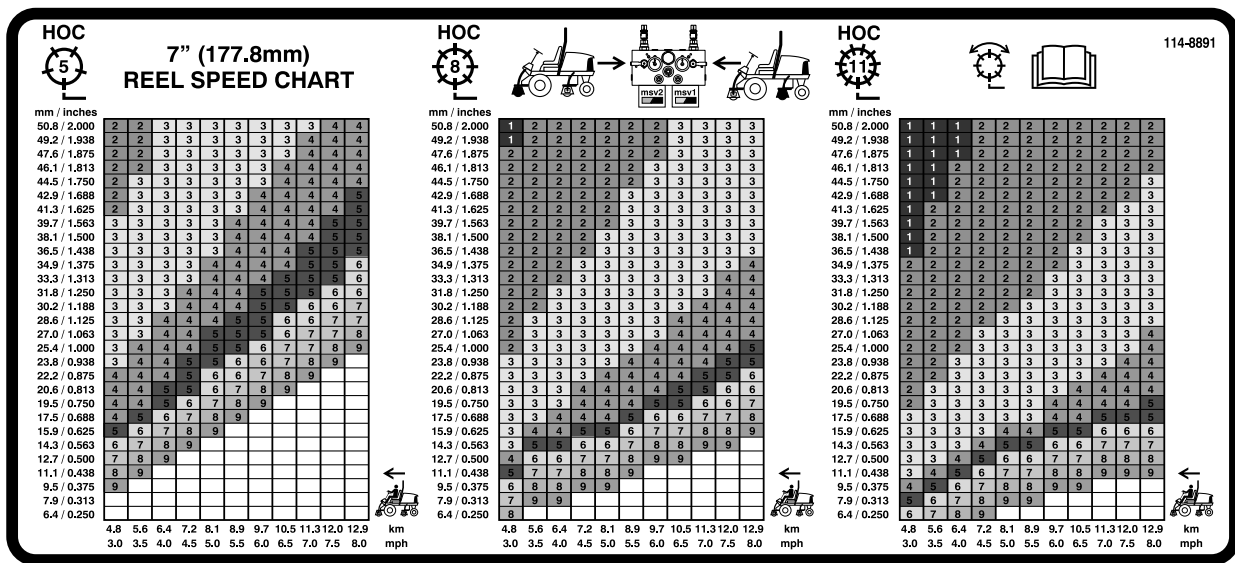
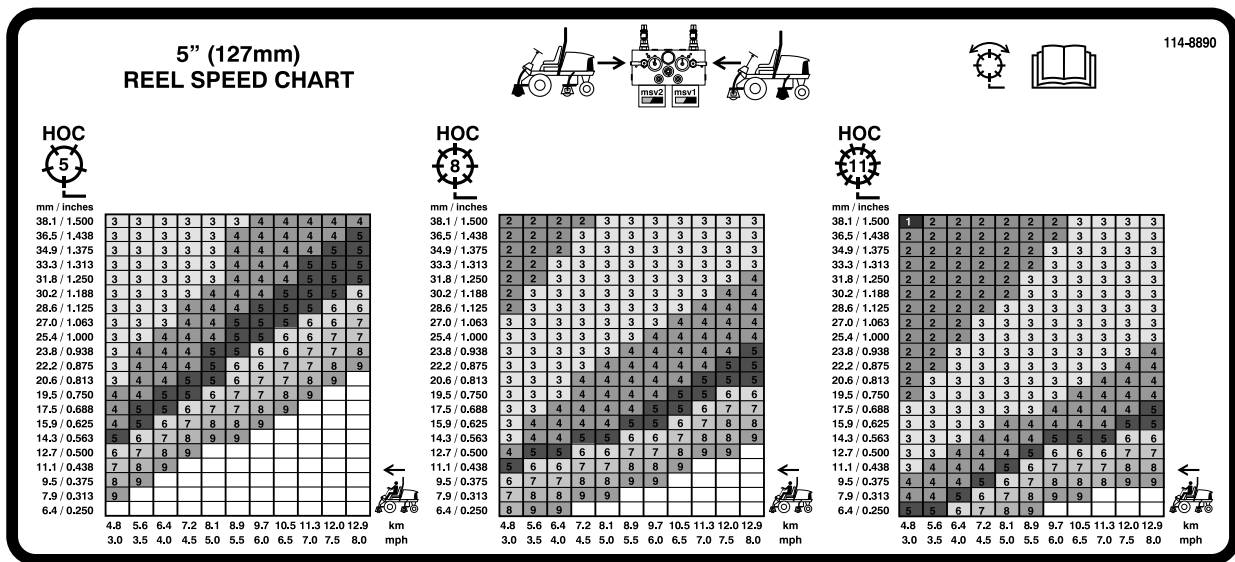

Figura 38
Figura 39
3. Usate lo schema opportuno sull'adesivo 110-0996 (Figura 38) per gli elementi di taglio da 17,8 cm [7 poll.] dei Reelmaster 5510 e 5610, o sull'adesivo 110-8923 (Figura 39) per gli elementi di taglio da 12,7 cm [5 poll.] dei Reelmaster 5210 e 5410 per determinare l'impostazione esatta della velocità dei cilindri.